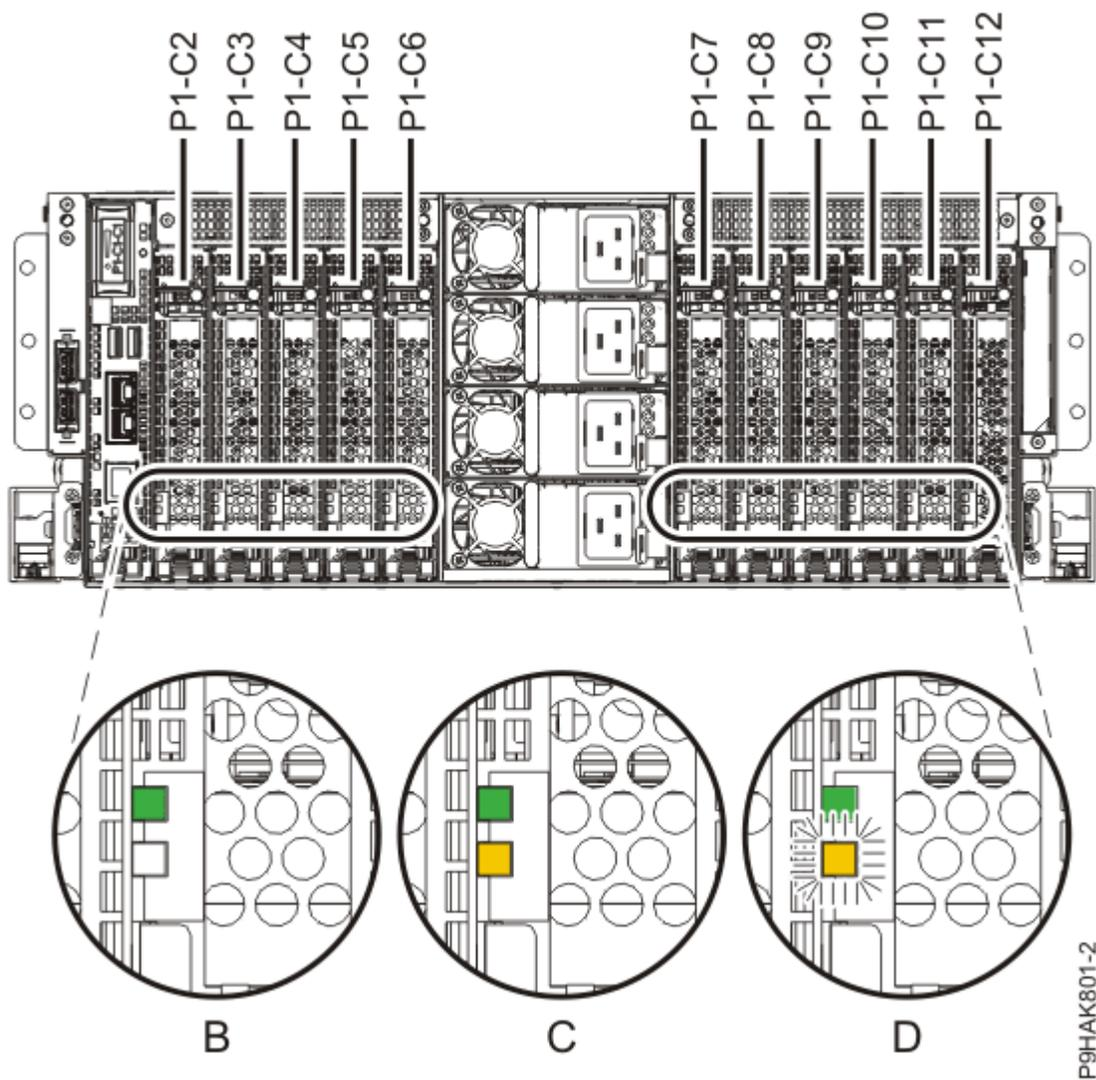

Figure 26. Emplacements des adaptateurs et des voyants sur un système 9040-MR9
2. Passez en revue les emplacements d'adaptateur et les voyants d'activité de l'adaptateur sur lequel vous souhaitez exécuter des tâches de maintenance. Les adaptateurs sont installés à l'arrière du système. La Figure 26, à la page 40 présente les emplacements des adaptateurs sur un système 9040-MR9 et les emplacements des voyants leur correspondant.